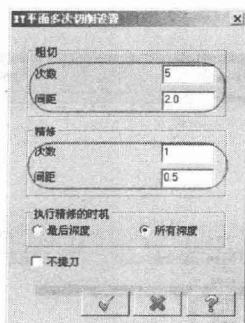

图 1-24 平面多次切削参数的设置
- (5) 单击 **平面多次切削** 按钮，按照图 1-24 所示设置平面多次切削参数，然后单击 ☒ 按钮。